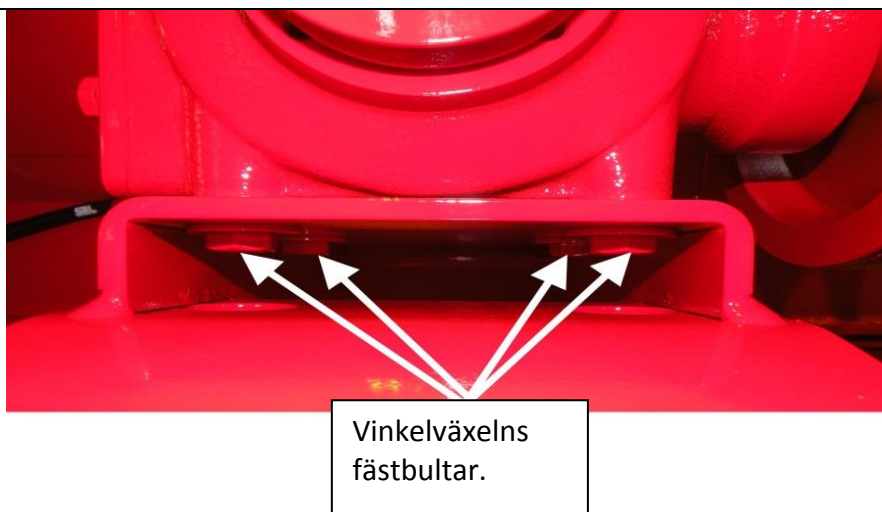

Bild 87.
1. Lossa vinkelväxels fästbultar (4 st. på bild 87).